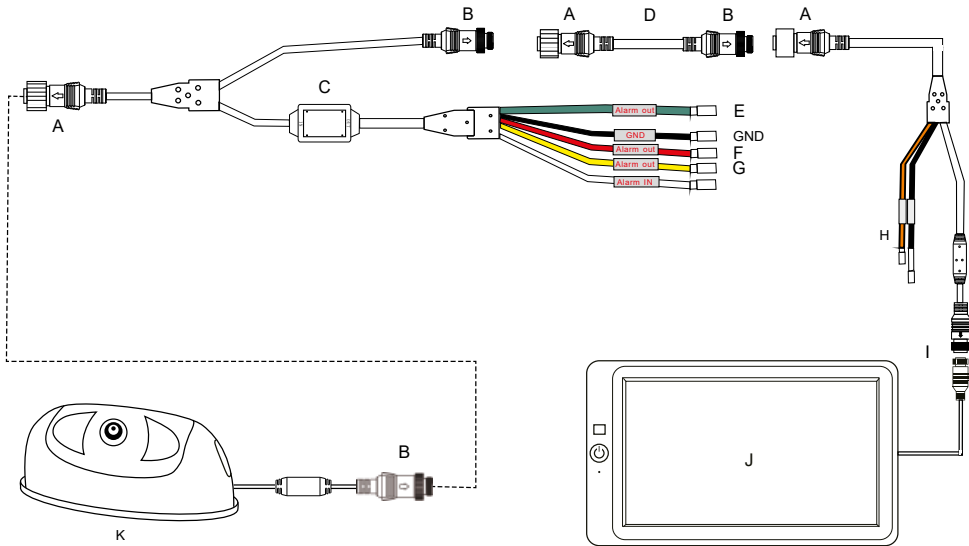

Abb. 4: Anschluss des Adapters mit 3 Alarmausgängen
- **Adapter 4:** Alarmausgänge für 3 Zonen (Abb.4)